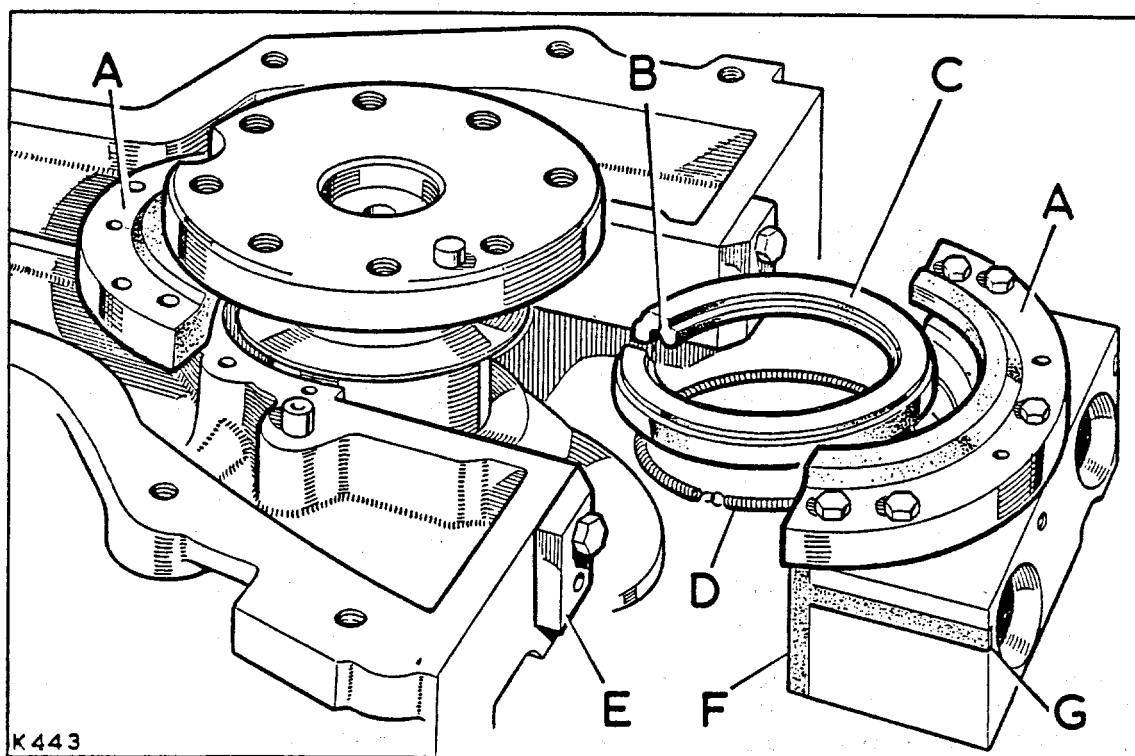

Abb. A1-120. Aufbau der hinteren Kurbelwellenabdichtung
7. Den Lagerdeckel mit Halterung und Seitendichtungen am Zylinderblock befestigen, bis zwischen Lagerdeckel und Zylinderblock ein Abstand von 0,8 mm besteht. Für das Einsetzen des Lagerdeckels sind die Führungen 270304 zu verwenden, um die Seitendichtungen nicht zu beschädigen. Siehe Abb. A1-120.
14. Oelwanne anbauen. Arbeit A1-28. Bei diesem Arbeitsgang sind die vorstehenden Enden der Seitendichtungen auf 0,8 mm abzuschneiden. Siehe Abb. A1-120.